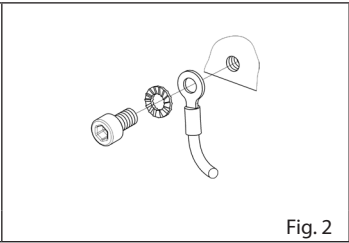
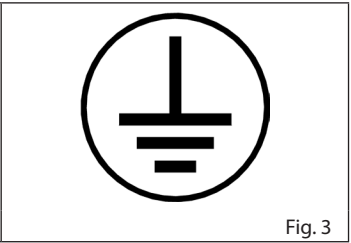

Fig. 2
Fig. 3
- 4.11 **A bomba deve ser aterrada** por meio do elemento de conexão especial composto por um parafuso de aço inoxidável e uma arruela dentada de aço inoxidável (fig.2) fixada à tampa lateral por meio do orifício roscado indicado na etiqueta com o símbolo do aterramento (fig.3) como também indicado no manual de uso e manutenção e no folheto de dados técnicos (quando presente).
- 4.11 **De pomp moet geaard zijn** door middel van het verbindingselement bestaande uit een roestvrij stalen schroef en roestvrij stalen getande ring (afb.2) die aan het zijdeksel bevestigd wordt via het schroefgat met het etiket met het aardingssymbool (afb.3), zoals ook is beschreven in de gebruiks- en onderhoudshandleiding en in het boekje met technische gegevens (wanneer aanwezig).